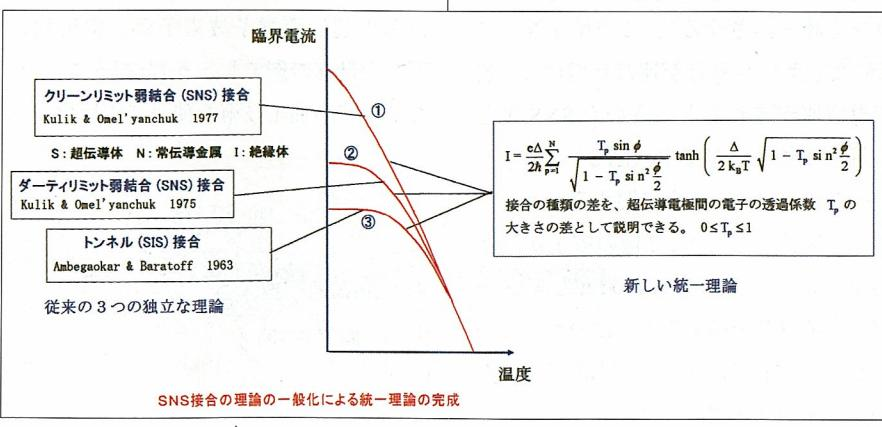

図1 従来の3つの独立な理論と新しい統一理論との関係
最近、その確信を支える研究が急速に進んできたのが、地震に関わる電磁気現象である。従来、地震予知研究に関わってこなかった広い専門分野にまたがる研究者を擁するいくつかの研究グループが、世界各地で期せずして、地電流や地磁気の観測、電磁波の異常伝播、電離層の異常現象の観測など電磁気学をベースにした地震予知研究に乗り出し、注目すべき成果をあげている（図1）。上田グループはその先端をいくものだ。
超伝導体同士が、間に何らかのごく薄い障壁を介した構造によって弱く結合したシステムをジョセフソン接合という。超伝導体電極間の障壁を通して超伝導電流が流れると、従来これには3種の温度依存のパターンがあるとされていた（図1）。
もうひとつは、太田客員研究員が大学院の博士過程で手がけた超伝導体同士を点接触させる方法や、結合部の超伝導体を細くくびれさせる、あるいは超伝導体間に薄い常伝導金属（Normal metal）層を介するなどによって生じる“弱結合（SNS）接合”というものである。弱結合接合には2種あり、それぞれ“クリーンリミット弱結合（SNS）接合”（図1の①）、“ダーティリミット弱結合（SNS）接合”（図1の②）と呼ばれている。